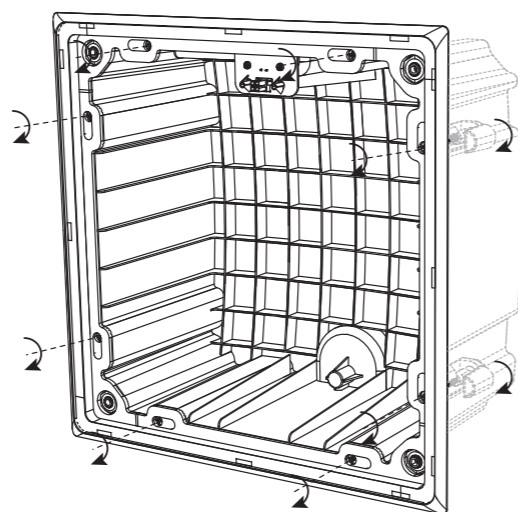

Fig. 18. Tighten the mounting clamp screws (X8)
3. Segure a lata traseira no lugar no teto, enquanto aperta os parafusos da braçadeira de montagem no sentido horário (Fig. 18). Faça isso sistematicamente até que todos os oito grampos estejam em posição e segurando a parte traseira com segurança na parede de gesso do teto.